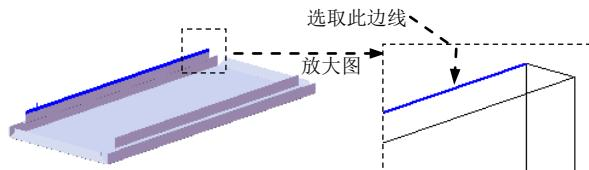

图 17.9.26 定义特征的边线
(2) 定义特征的边线。选取图 17.9.26 所示的模型边线为生成的边线法兰的边线。
(3) 定义法兰参数。在**角度(A)**区域的文本框中输入角度值 90.0。在**法兰长度(L)**区域的下拉列表中选择**给定深度**选项，输入深度值 7.0。在此区域中单击“内部虚拟交点”按钮。在**法兰位置(N)**区域中单击“材料在外”按钮。
(4) 单击按钮，完成边线一法兰 9 的创建。